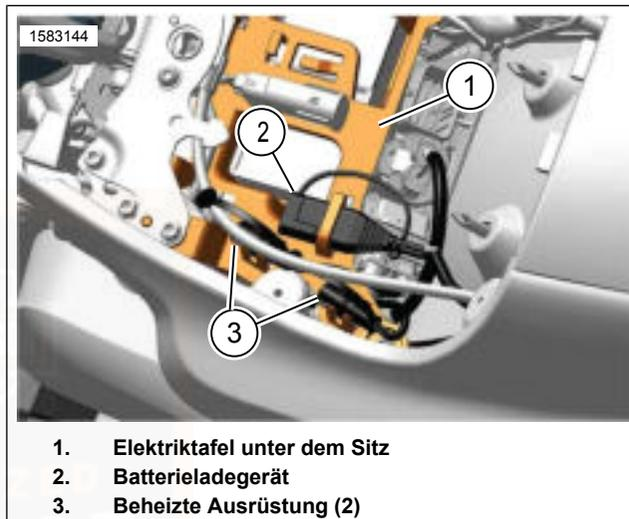

Abbildung 56. Unter dem Sitz
Siehe Abbildung 56. Durch die Wartung der Batterie zwischen Fahrten oder bei längerer Lagerung kann die Batterieladung erhalten und die Lebensdauer der Batterie verlängert werden. Den Batterieladegerät-Steckverbinder (2) während der Lagerung oder wenn die Batteriespannung unter den vorgegebenen Wert fällt, mit einem Batterieladegerät verbinden. Siehe Wartung der Batterie (Seite 158) >.